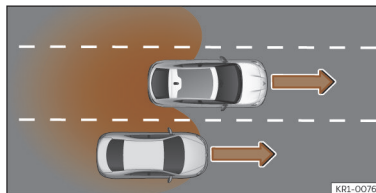

Fig. 136 Ultrapassagem na faixa de rodagem central e incorporação posterior na faixa de rodagem direita.
- Quando se ultrapassa outro veículo >>> **Fig. 136** com uma diferença de velocidade de aprox. 10 km/h (6 mph). Se a ultrapassagem é consideravelmente mais rápida, não se mostra qualquer indicação.